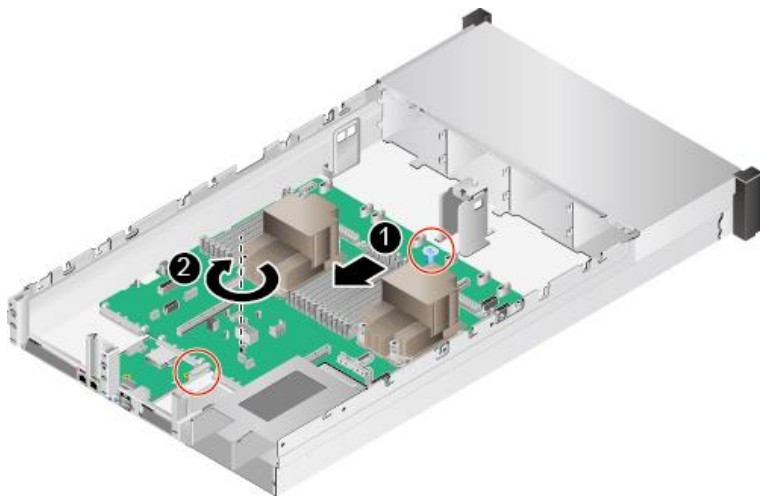

图 5-33 安装主板
4. 将主板后出接口与机框后面板预留孔位对准，并沿箭头方向推到不动为止，如图 5-33 中①所示。
5. 用十字螺丝刀拧紧主板固定螺钉，如图 5-33 中②所示。